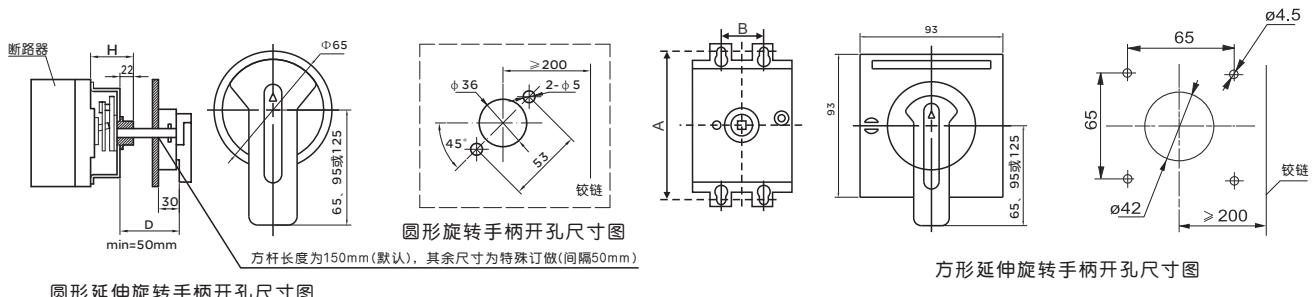

图5 手动操作机构尺寸图
- 手操机构安装时先按图示尺寸开孔, 在开关柜门板上当转动手柄“OFF”指示在水平位置时固定好手柄。操作手柄在水平位置时断路器应分闸, 手柄在垂直位置时断路器应合闸。具体见图5和表6。